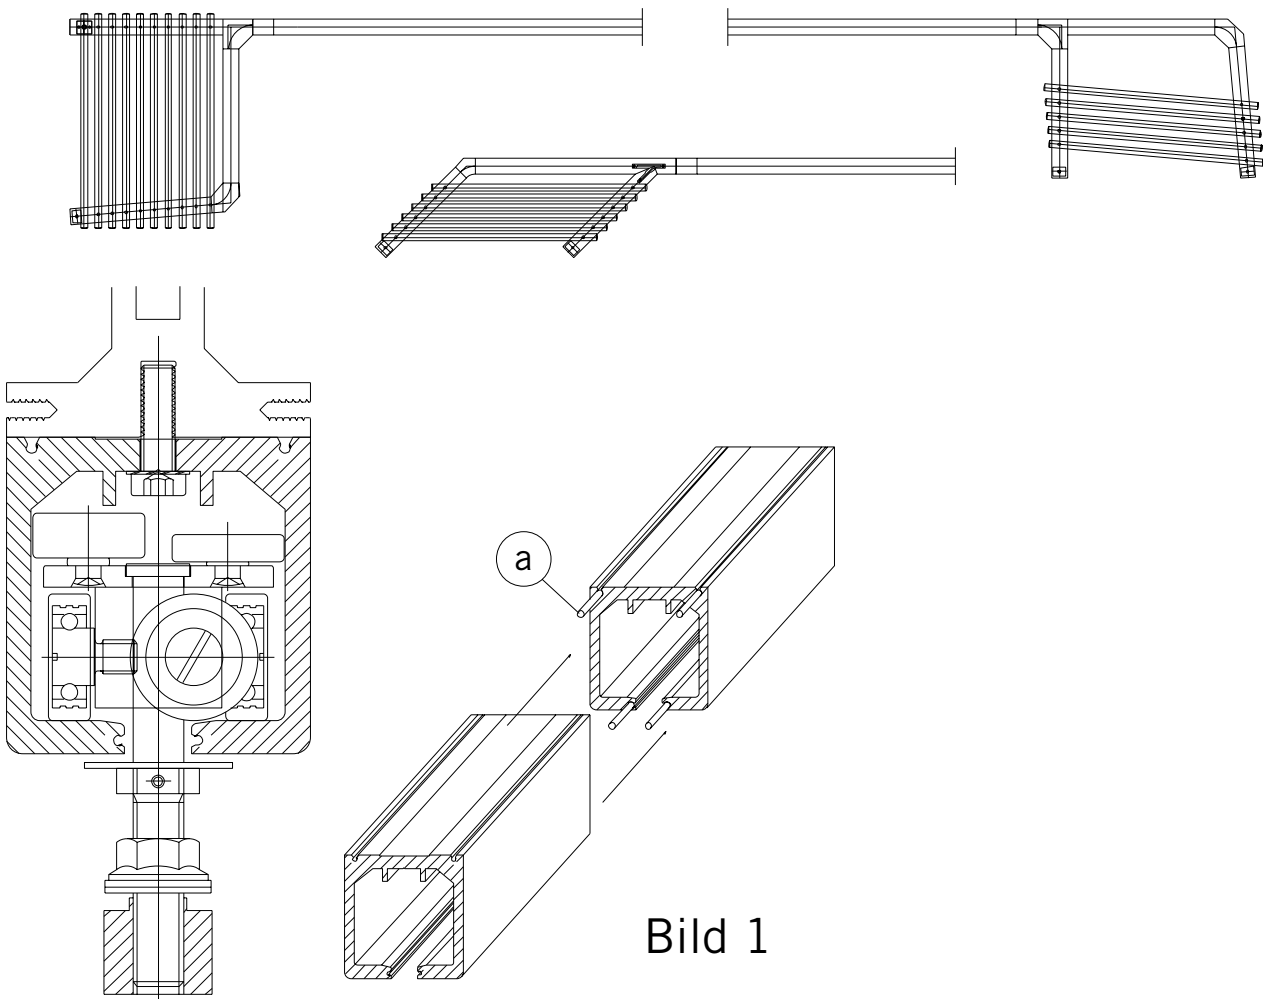

Bild 1
**Achtung:** alle Profilstöße (außer Revisionsstück Punkt 5, Seite 7) müssen mit Verbindungsstiften (a) versehen sein, damit einwandfreier Lauf durch Fluchtung gewährleistet ist. **(Bild 1)**